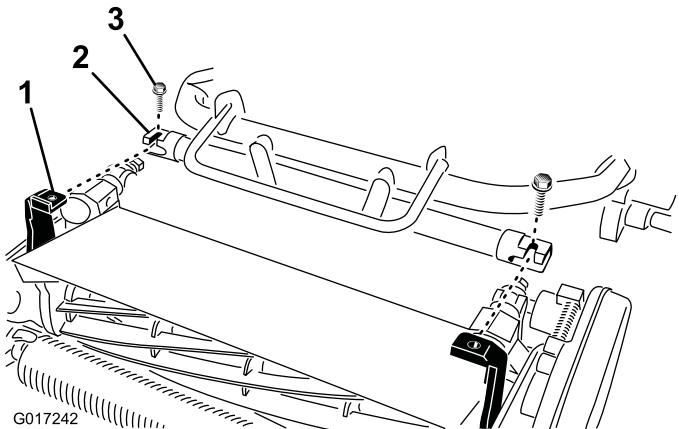

Figura 5
- Mueva el bastidor de la unidad de tracción (Figura 5) hacia adelante hasta que se acople en los brazos de pivote de la unidad de corte.
- Sujete el bastidor de la unidad de tracción a los brazos de pivote de la unidad de corte con 2 pernos (3/8 x 3/4 pulgada) (Figura 5).